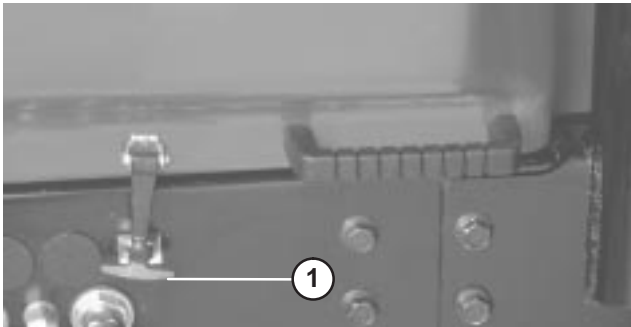

Figure 12
1. Garez la machine sur une surface plane et horizontale. Déverrouillez et soulevez le capot (Fig. 12).